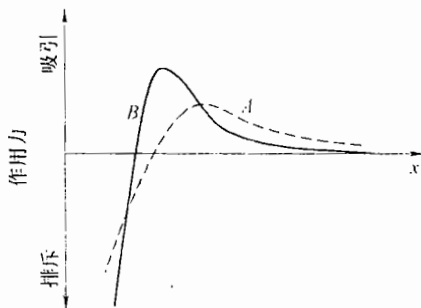

图 42-7 第二题第 1 小题第 (3) 题解答图
- (1) B_0 。
(2) A_0 。
(3) 见图 42-7。